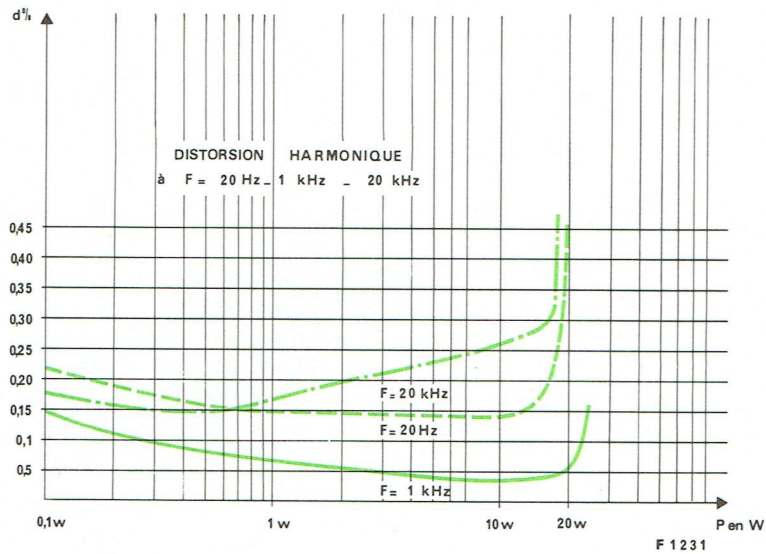

Fig. 8
- Voir l'allure des courbes en figure 8.